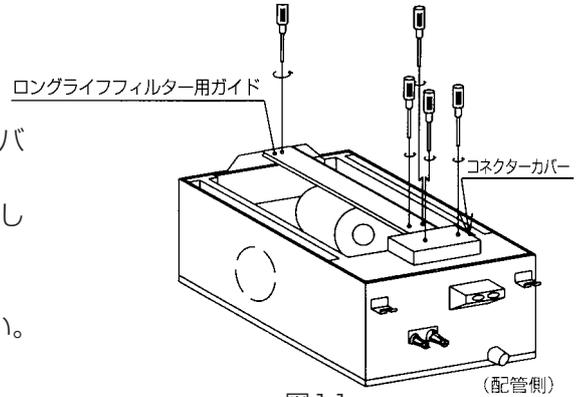

図11
③の手順から行ってください。
1. ロングライフフィルター用ガイドの取外し(図11)
- ①ロングライフフィルターを取外してください。
- ②コネクターカバーの固定ネジ(2本)をはずしてコネクターカバーを取外してください。
- ③ネジ3本を取外しロングライフフィルター用ガイドを取外してください。